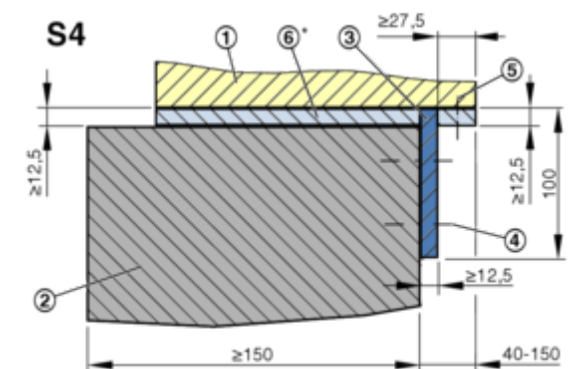
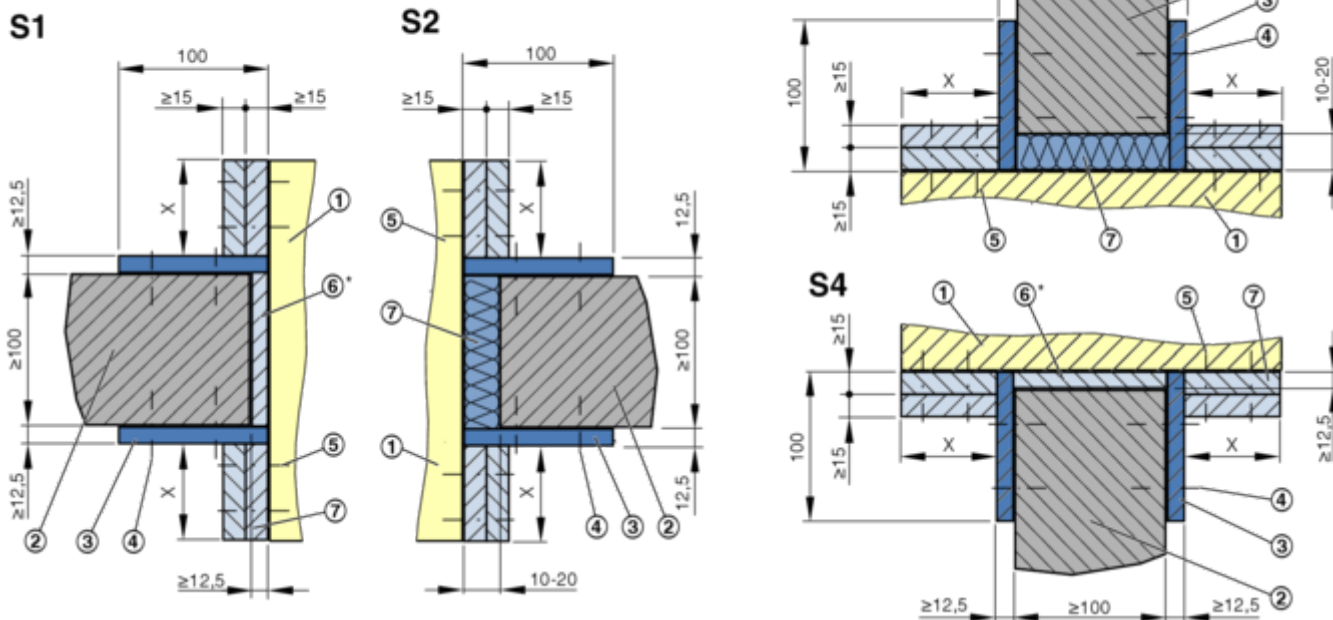

Fig. 23: Dettagli installazione a secco senza malta EK-JZ in una parete piena, parete piena con intercapedine EI 90 S
Fig. 24: Dettagli installazione a secco senza malta EK-JZ in una parete piena, parete piena con intercapedine EI 120 S, legenda ↪ Fig. 23
Profilo angolare ↪ Fig. 23 , Fig. 24
- EI 90 S v_{ew} : profili angolari su entrambi i lati della parete, 1 striscia $\geq 12,5$ mm, ↪ Fig. 23
- EI 90 S v_{edw} : profilo angolare sul lato operativo (parete con intercapedine), 1 striscia $\geq 12,5$ mm, ↪ Fig. 23
- EI 120 S v_{ew} : profili angolari su entrambi i lati della parete, 2 strisce ≥ 15 mm, ↪ Fig. 24
- Le cavità sono imbottite con lana minerale o lana di roccia (7).